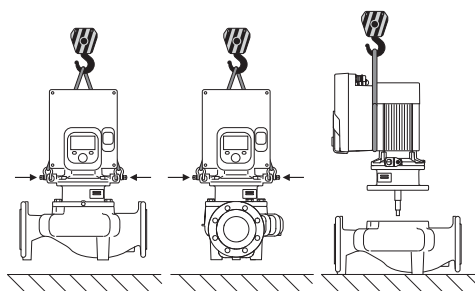

Fig. 6: Hijsrichting met verticale motoras
Het transport van de pomp moet met goedgekeurd hijswerktuigen (takel, kraan etc.) worden uitgevoerd. Deze moeten worden bevestigd aan de transportogen op de motorflens. (Fig. 6, hier weergegeven: hijsrichting met verticale motoras).
1. Laat 2 transportogen (Fig. I, pos. 30) op de motorflens zitten.
2. Bevestig de insteekset (Fig. 4) ter beveiliging met geschikte hijsmiddelen aan de transportogen. Leg een riemlus overeenkomstig Fig. 6 om de motor en adapter van de elektronicamodule om te voorkomen dat de eenheid kantelt. Voorkom dat de elektronicamodule wordt beschadigd bij het bevestigen.
3. Maak de schroeven (Fig. II, pos. 29) los en verwijder deze.